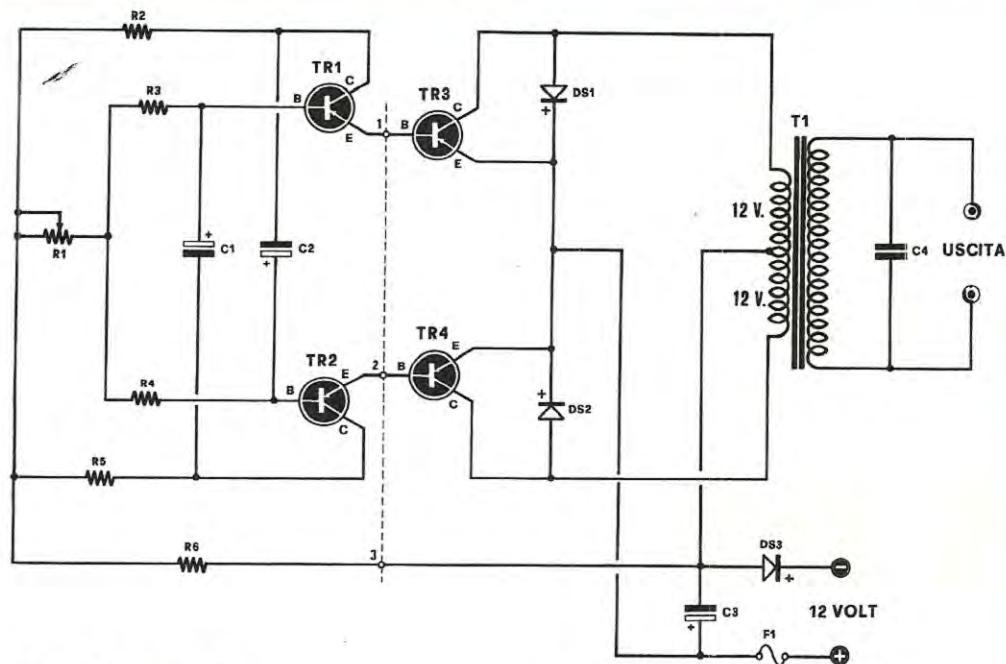

Fig. 1 Componenti.
Dallo schema elettrico, visibile in fig. 1, possiamo notare che, per la realizzazione di questo tachimetro, avremo bisogno di due integrati digitali, di una fotoresistenza, di un transistor e di un microamperometro per leggere, a secondo della deviazione della lancetta, la velocità che a noi interessa conoscere.
- Fig. 1 Componenti.**
Lo schema elettrico di questo convertitore appare in fig. 1. In questo schema i due transistori indicati con le sigle TR1 e TR2 costituiscono il multivibratore astabile cui abbiamo accennato prima. Poiché la tolleranza dei condensatori elettrolitici (C1 e C2) è sempre enorme, potendo in certi casi raggiungere il 60% e più, si è dovuto applicare un trimmer (R1) per poter tarare, in fase di messa a punto, la frequenza di lavoro sul valore da noi richiesto, cioè sui 50 Hz. Come transistori si sono impiegati dei PNP tipo BFX41 o 2N2904/A della Philips, ma qualsiasi altro transistor di media potenza, che possa sopportare sul collettore una corrente di circa 1 amper, può benissimo servire allo scopo.